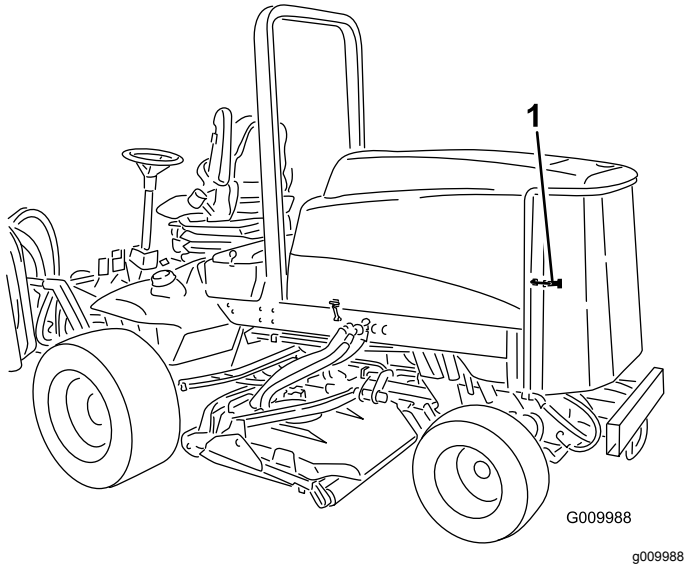

Bild 75
1. Entriegeln und schwenken Sie das hintere Gitter in die geöffnete Stellung (Bild 75).